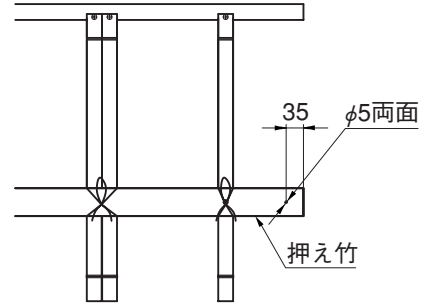

図1-4
- ③ 押え竹端部にφ5の孔を両面にあけてください。(図1-4参照)